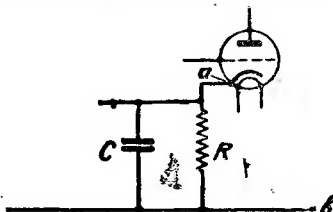

Рис. 3
**Задача 70.** Для подачи на сетку лампы автоматического отрицательного напряжения была составлена (рис. 3) обычная схема на параллельно включенных конденсаторе *C* емкостью в